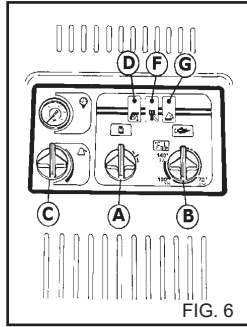
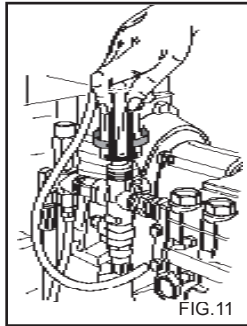

FIG. 6
FIG. 11
Det här kapitlet innehåller bara de modeller som är försedda med tryckregulator. Med tryckregulatorn fig. 11, kan operatören ställa in arbetstrycket. Drifttryck minskar då ratten C vrids motsols mot (B) (minimum). Vrid termostaten "B" (fig. 6 på sid 29) till ångläget för att höja temperaturen på det utgående vattnet.
Efter avslutad ångtvätt skall termostaten "B" (fig. 6 på sid 29) vridas till läge "0". Låt sedan maskinen svalna under cirka tre minuter med munstycket öppet.